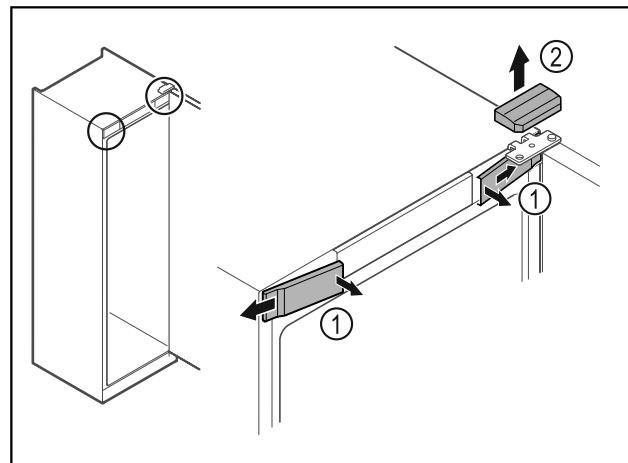

Fig. 16
► 从内侧松开前盖板 Fig. 16 (1) 并移到一旁。
► 朝上取下上盖板 Fig. 16 (2)。